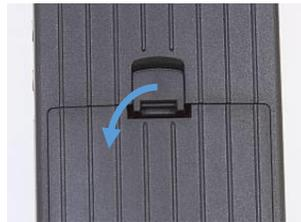

Abbildung 1: Öffnen des Batteriedeckels
- Öffnen Sie den Batteriedeckel auf der Rückseite des Controllers, Abbildung 1.